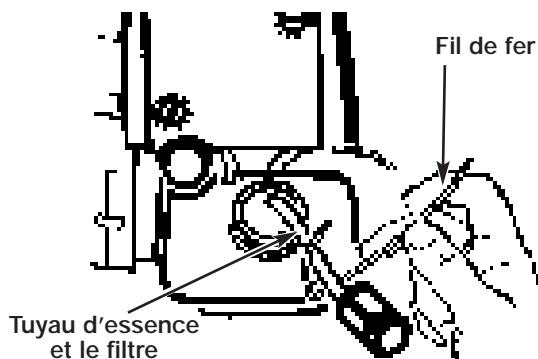

Fig. 30
1. Sortir le tuyau d'essence et le filtre du réservoir. Un fil de fer avec un crochet au bout peut être facilement utilisé (Fig. 30).